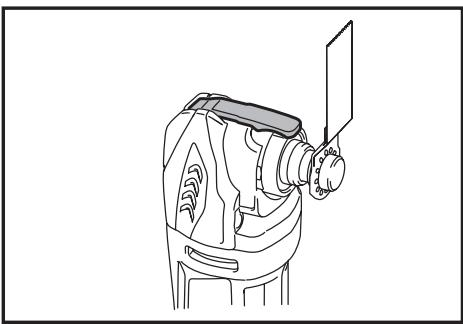

Fig.9
- Рис.9: 1. Паз 2. Крючок 3. Винт